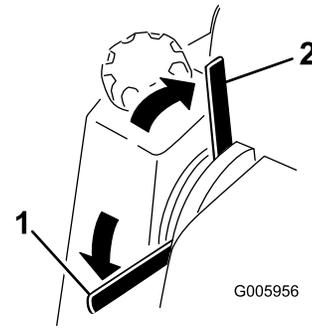

図10
- レバーを下にすると駐車ブレーキが掛かります^{図10}。
- レバーを上に戻すと駐車ブレーキが掛かります^{図10}。